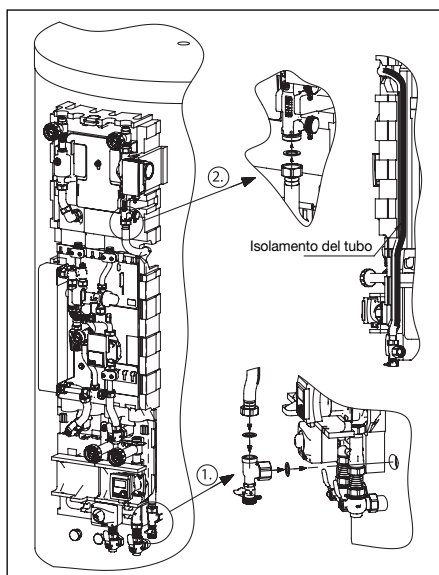

Fig. 20 Montaggio tubo ondulato in metallo per ritorno Gruppo solare
- Avvitare la valvola a sfera G 1 al serbatoio (Fig. 20 Punto1) e collegare al ritorno del gruppo solare (Punto 1) mediante il tubo corrugato piegato in metallo G1, Lunghezza L = 1150 mm (Punto 2).